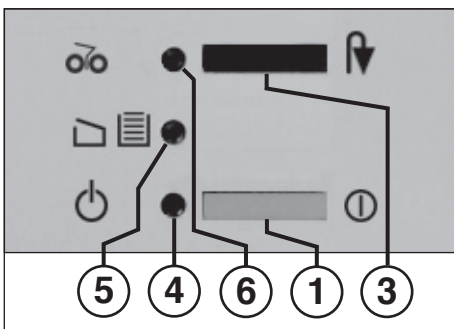

fig. 1
- 1 = Trykkontakt (fig. 1)**
- 3 = Trykkontakt (fig. 1)**
- 4 = Kontrolindikator (fig. 1)**
- 5 = Kontrolindikator (fig. 1)**
- 6 = Kontrolindikator (fig. 1)**
- Maskinen tændes på trykkontakt (1) (fig. 1). Kontrolindikator (4) (fig. 1) tænder.
Når opsamlingsposen er fyldt, slukkes maskinen. Kontrol-displayet "Beholder fuld" / "Dør åben" (5) (fig. 1) **blinker**. Samtidig med tegnet for standset skæreværk lyser også kontrol-displayet "Papirstop" / "Stop" (6) op.
- Skub skyderammen med opsamlingsposen ind og luk døren. Kontrolindikator (5) (fig. 1) slukker.
- Trykkontakten "Baglænskørsel" / "Stop" (3) aktiveres kort. Skæreværket findeler den rest, der er tilbage i tilførselsskakten og slukkes derefter. Kontrol-displayet (6) slukkes. Den videre findeling kan nu fortsættes.
- Kontrolindikator (6) (fig. 1) tænder.
- **Hold** trykkontakten "Baglænskørsel" / "Stop" (3) nede og tag samtidig de tilbageførte papirer ud af maskinen.
- Efter tømningen kører skæreværket automatisk fremad, findeler den rest, der er tilbage i tilførselsskakten og slukkes derefter. Kontrol-displayet (6) (fig. 1) slukkes.
Hvis motoren overbelastes, slukker den automatisk. Sluk for maskinen på trykkontakt (1) (fig. 1).